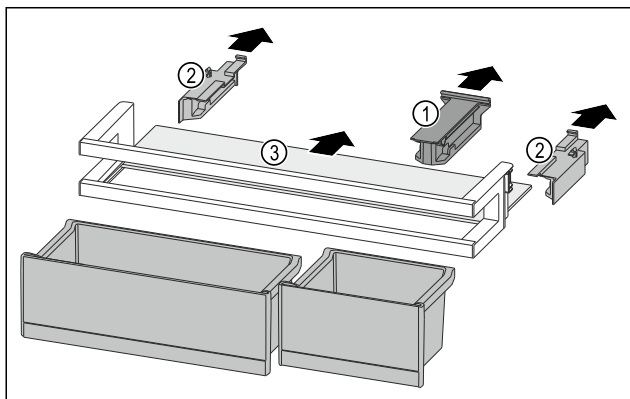

Fig. 260
- ▶ Витягніть кріпильний елемент Fig. 260 (1).
- ▶ Витягніть бічні елементи Fig. 260 (2).
- ▶ Дістаньте полицю Fig. 260 (3).